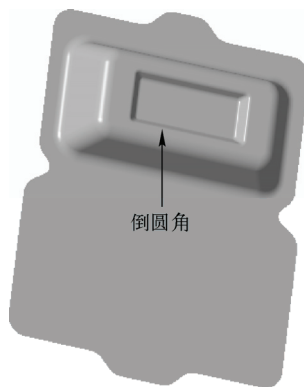

图 16-31 创建倒圆角特征四
STEP 13 使用“倒圆角”命令，设置圆角半径为“2.5”，进行倒圆角操作，创建倒圆角特征，效果如图 16-31 所示。